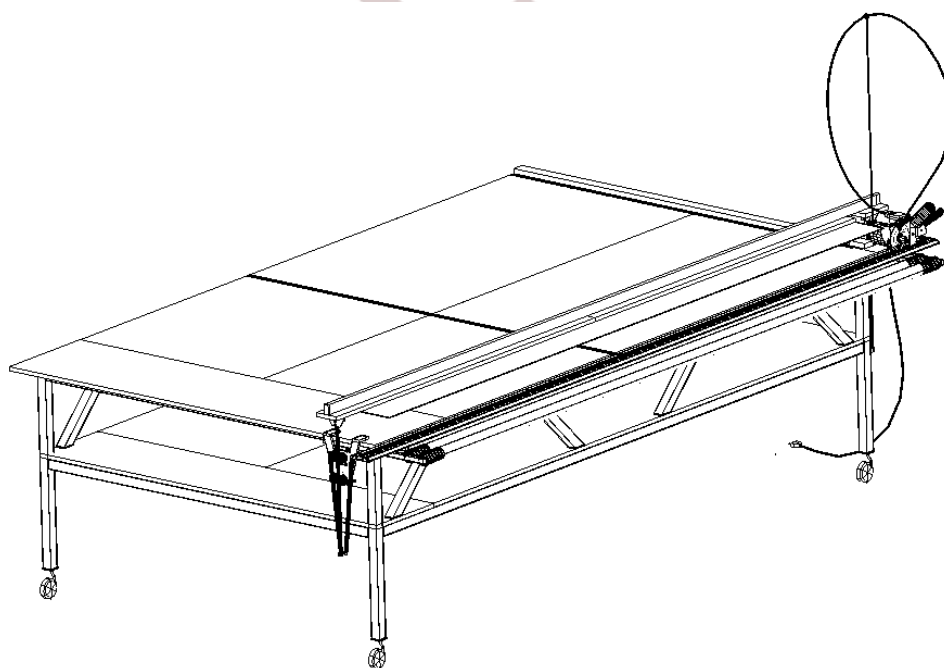

Рис.6
- 4.22 После установки всех элементов входящих в комплект стола, он примет следующий вид – Рис.6.